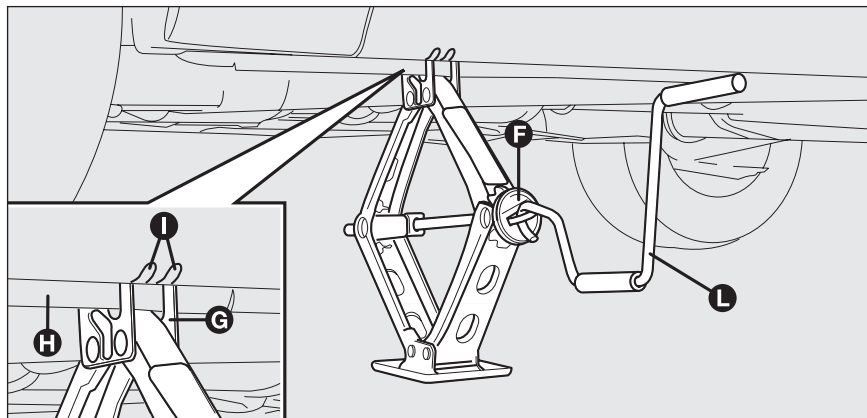

fig. 12
- actionner le dispositif **F-fig. 12** de manière à détendre le cric, jusqu'à ce que la rainure **G-fig. 12** sur la partie supérieure du cric s'engage correctement sur le profil inférieur **H-fig. 12** de la coque près de l'indication **I-fig. 12** (à environ 72 cm du centre de la roue avant ou à 75 cm du centre de la roue arrière);
- introduire la manivelle **L-fig. 12** pour permettre l'actionnement du cric et soulever la voiture, jusqu'à ce que la roue se lève du sol de quelques centimètres;
- actionner la manivelle **L-fig. 12** du cric de manière à baisser la voiture et enlever le cric;